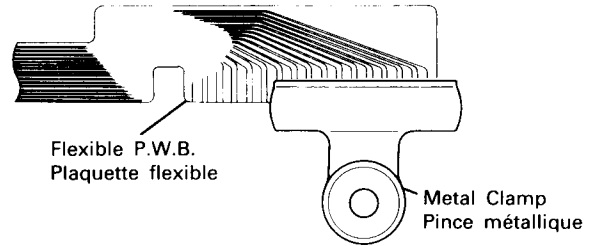

Fig. 16
7) Since the Flexible P.W.B. can be cut easily make sure not to use excessive force when servicing the Unit Mechanism Assembly (replacing parts). Ground the flexible P.W.B. after it is removed by clamping it with a metal clamp or similar metal object. (Fig. 16)
- 7) Etant donné que la plaquette flexible être facilement cassée, veiller à ne pas appliquer de force excessive lors de la réparation de l'ensemble du mécanisme de l'unité. Relier à la terre la plaquette flexible - après avoir enlevée - à l'aide d'une pince métallique ou d'un objet métallique similaire (Fig. 16).